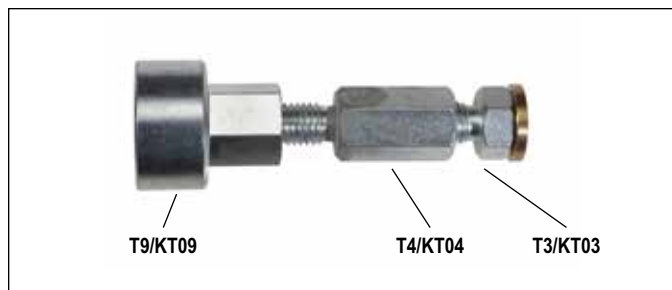
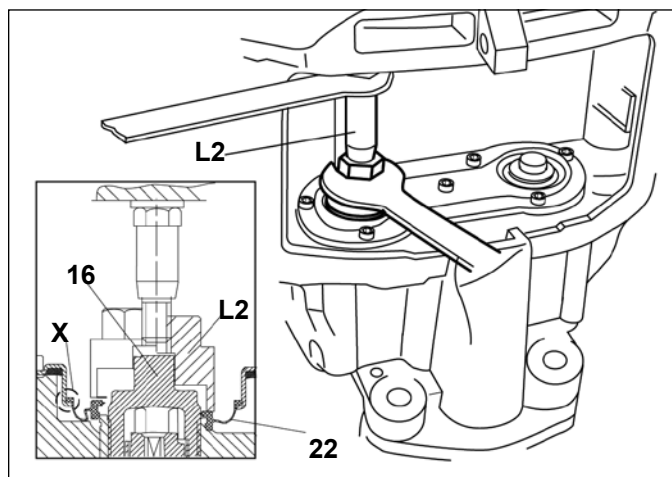

FIGURE 54 - OUTIL DE FIXATION DU JOINT INTERNE SUR LE VÉHICULE (L2)
FIGURE 55 - INSTALLATION DU JOINT INTERNE HORS VÉHICULE
5.5.13 Placer le joint interne de rechange (22) sur le tube fileté (16). Consulter les Figures 54 et 55 pour voir les outils utilisés et le type d'installation. Placer l'outil combiné L2 (T4 + T3 + T9) avec le grand espaceur (T4) comme il est illustré à la Figure 55 - *habituellement les tubes filetés doivent être partiellement rétractés afin de permettre à l'outil de loger les joints internes en place*. Guider l'outil sur l'extrémité du tube fileté (16). Placer le nouveau joint interne (22) en place en faisant tourner l'écrou de réglage de la partie T4 de l'outil à l'aide d'une clé ouverte.